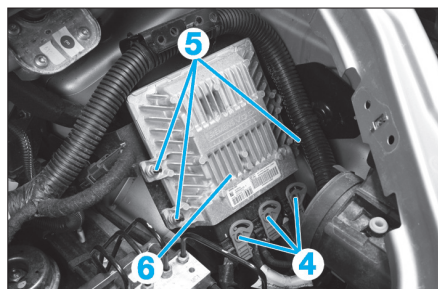

Fig. 30
- Déconnecter les connecteurs (4) (Fig.30).
- les 3 vis de fixation (5),
- le calculateur de gestion moteur (6).